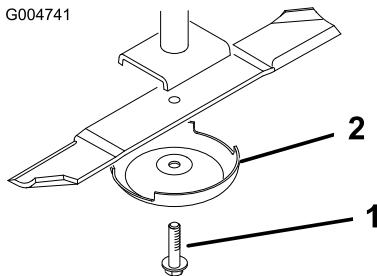

Figure 100
- Tenez la lame à son extrémité avec un chiffon ou un gant épais. Enlevez le boulon, la coupelle de protection et la lame de l'axe de pivot (Figure 100).